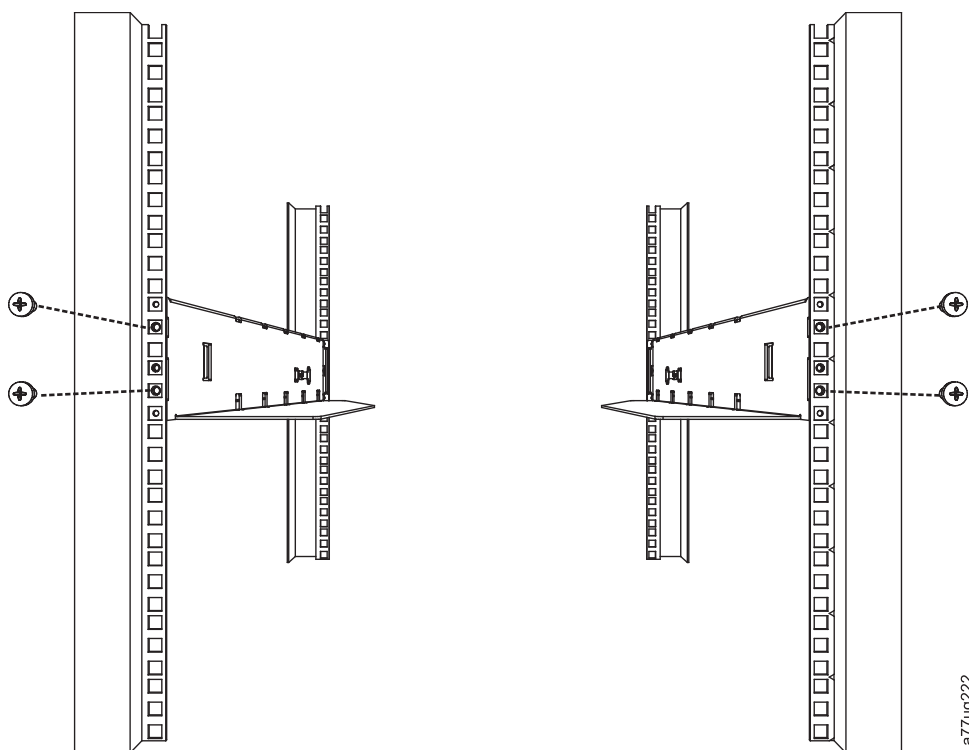

図 160. ねじの配置を示すラックの正面図
2. 他の人に手助けをしてもらって、交換用ライブラリー・エンクロージャーを、ラックに取り付け済みのメタル・レールの上に滑り込ませます ( 244 ページの図 160 を参照)。